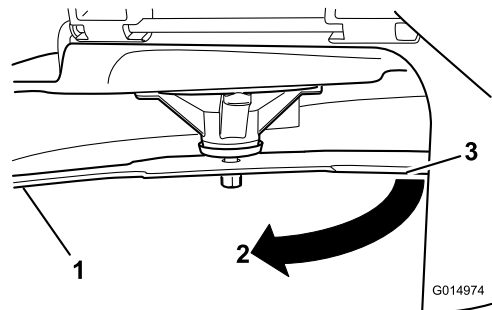

Figura 78
3. Distancia medida entre la cuchilla y la superficie (A)
4. Gire la misma cuchilla 180 grados de manera que el otro extremo esté en la misma posición (Figura 78).